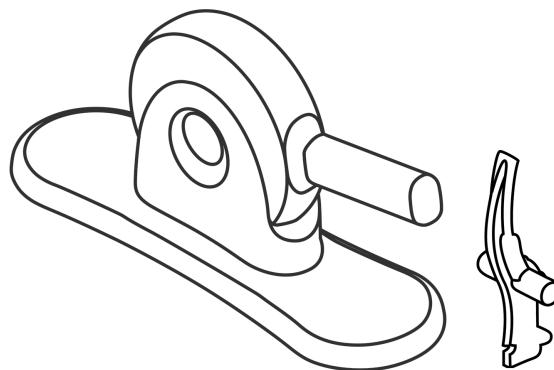

Figura 5: Dispositivo de ajuste y retén del dispositivo de ajuste de 2 piezas Edwards
- **Dispositivo de ajuste y retén del dispositivo de ajuste de Edwards (Figura 5)**